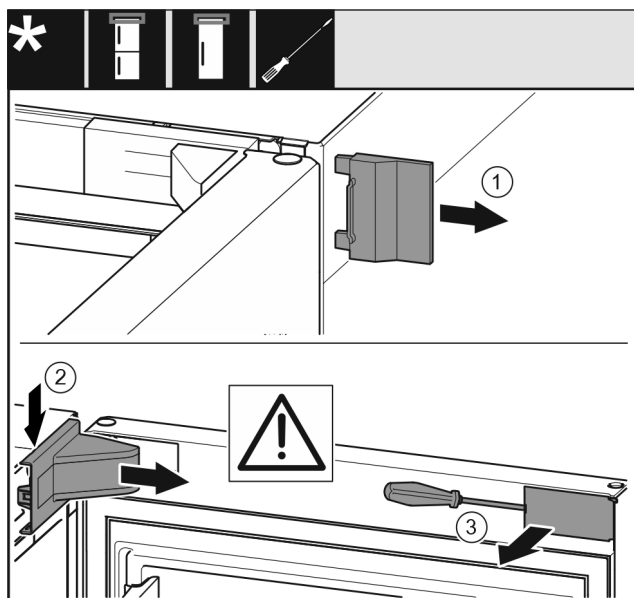

Fig. 9
- Sejměte vnější kryt Fig. 9 (1).
- Kryt stojanu ložiska Fig. 9 (2) uvolněte ze západek a vyjměte.
- Plochým šroubovákem vyjměte záslepku Fig. 9 (3) a otočte ji ke straně.